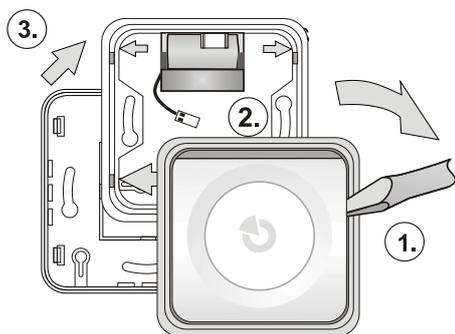

Figura 1: desmontagem da sirene antes da instalação
1. Remover o corpo (peça com símbolo Jablotron) da sirene da estrutura de plástico exercendo pressão numa das laterais do corpo (1) utilizando uma chave de fendas conforme apresentado na figura 1.
2. Remover a parte do meio da estrutura (3) pressionando as 4 patilhas indicadas pelas setas (2)
4. Fixar a base de plástico no local selecionado utilizando os parafusos. Caso a sirene funcione com uma bateria, é necessário instalar a mesma sob a parte superior da base de plástico conforme apresentado na figura 1.